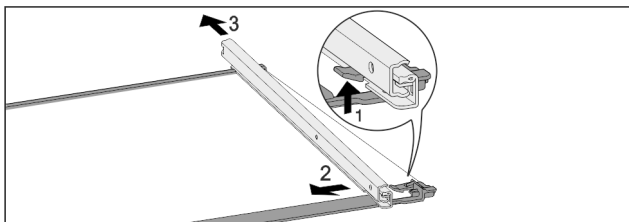

Fig. 120 Стеклопластина с направляющими
- ▶ Отожмите передний стопорный крючок вверх. Fig. 120 (1)
- ▶ Сдвиньте выдвижную направляющую в сторону Fig. 120 (2) и назад Fig. 120 (3).